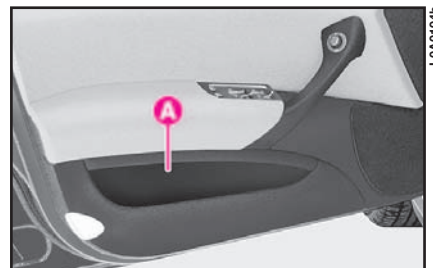

fig. 175
- A (fig. 175) sulle porte anteriori